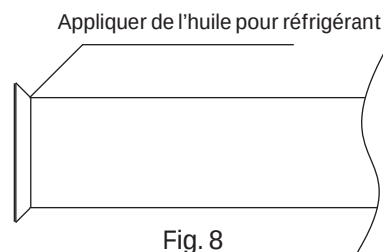

Fig. 8
- Vérifiez l'absence de fuites dans les tuyaux de connexion puis installez l'isolant pour tuyaux comme illustré à la Fig. 8.